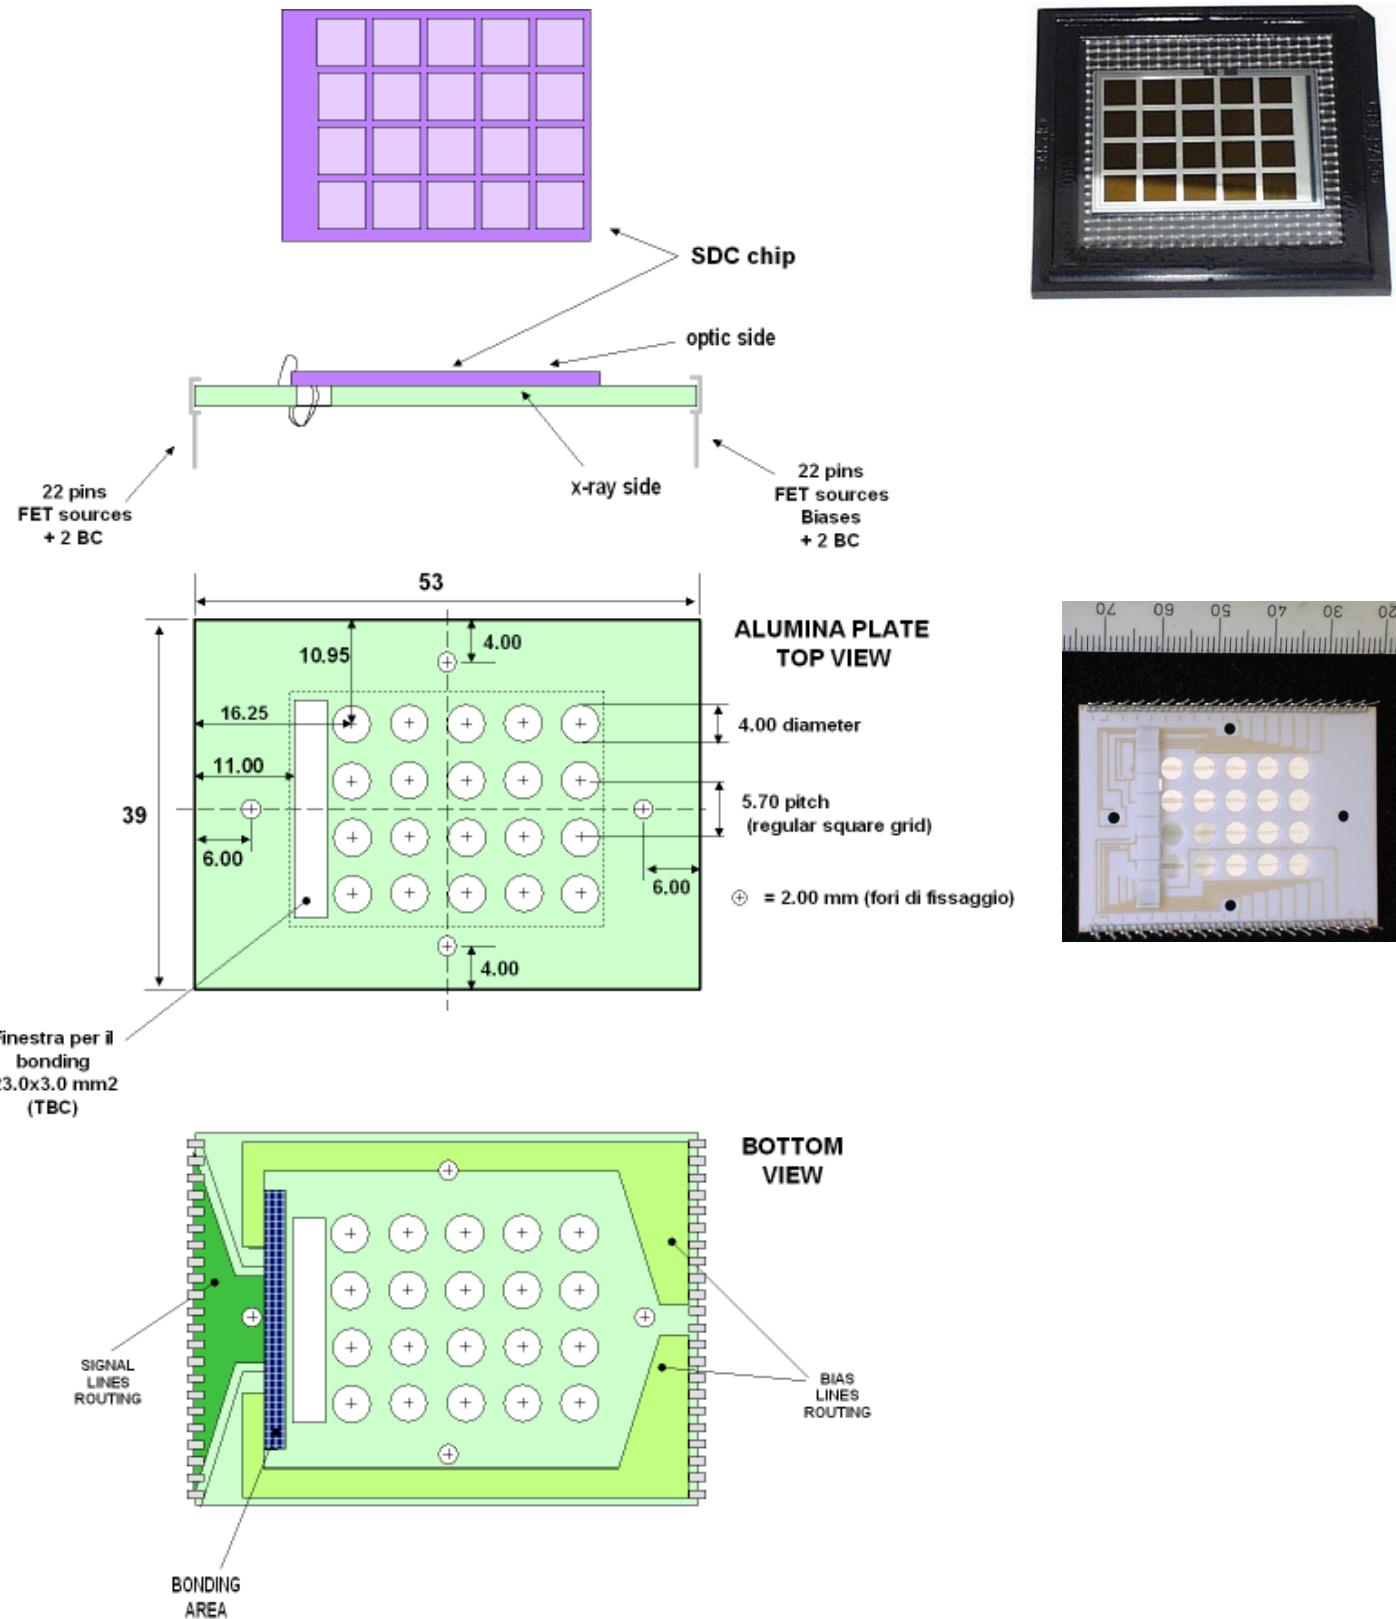

Figura 33 Disegno e foto del hip SDC (in alto), disegno e foto del carrier di Allumina e montaggio del chip sul carrier
- Chip SDC, carrier di Allumina e montaggio del chip sul carrier (Figura 33)